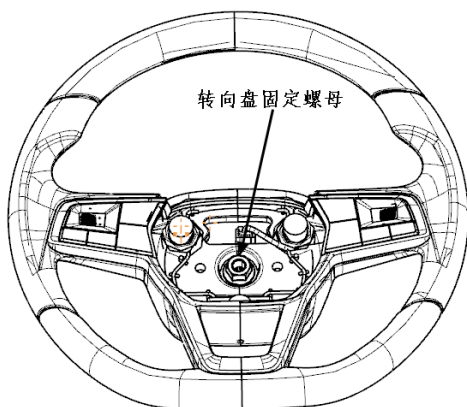

图 4-13
①脱开线束接头。
②使用 18#套筒拆下转向盘固定螺母, 如图 4-13 所示。